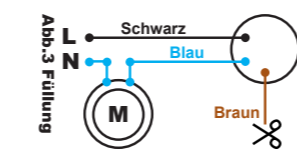

Abb.3 Füllung
- Füllung: (Abb.3) wenn man die Drähte schwarz und blau/grau benutzt, schließt der Kreislauf wenn der Schwimmerschalter unten ist, und er öffnet wenn der Schwimmerschalter oben ist. Achtung: das braun Kabel isolieren.